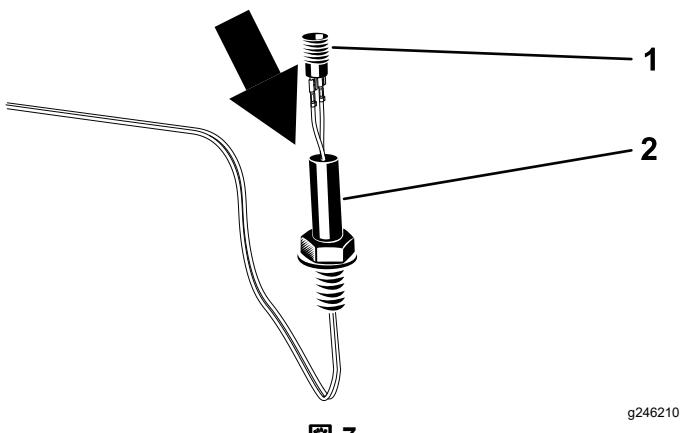

図 7
4. ビーコン用ソケットとコネクタとを接続するソケットの方を回すこと図 7。